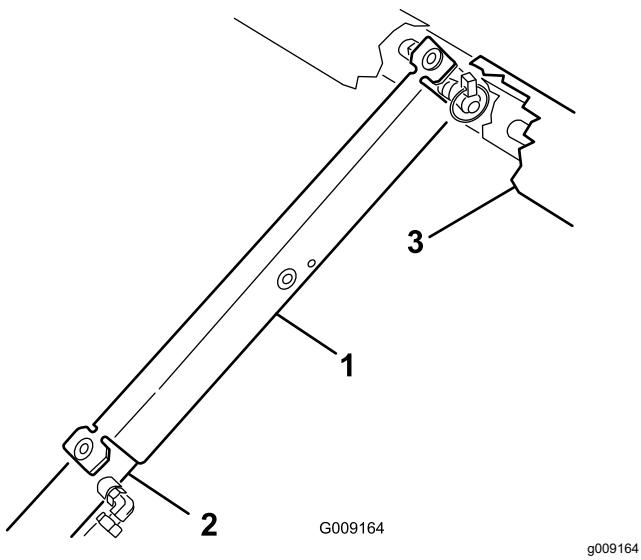

Bild 2
3. Schieben Sie die Ladepritschenstütze auf die Zylinderstange. Achten Sie darauf, dass die Endnasen der Stütze auf dem Ende der Zylindertrommel und auf dem Ende der Zylinderstange aufliegen (Bild 2).